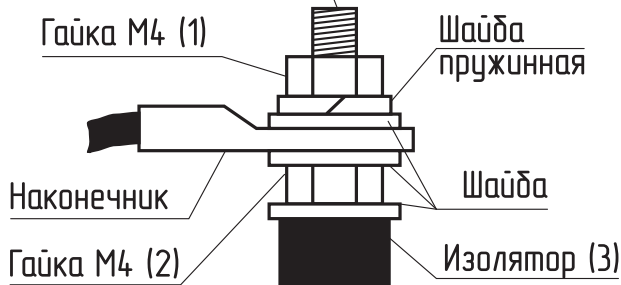

Рис.11 Присоединение проводов к выводам блок ТЭН
- Откройте кожух, как показано на **Рис.11;**
Снятие кожуха котла производится в следующей последовательности (Рис.11):
- 1 Шаг Выкрутить четыре винта крепления кожуха в боковой части котла как показано на **Рис.11**;
- 2 Шаг Снять кожух с основание котла как показано на **Рис.11**.
Установка кожуха производится в следующей последовательности (Рис.11):
- 3 Шаг Установить кожух на основание котла как показано на **Рис.11**;
- 4 Шаг Закрутить четыре винта в боковой части котла зафиксировав кожух как показано на **Рис.11**.